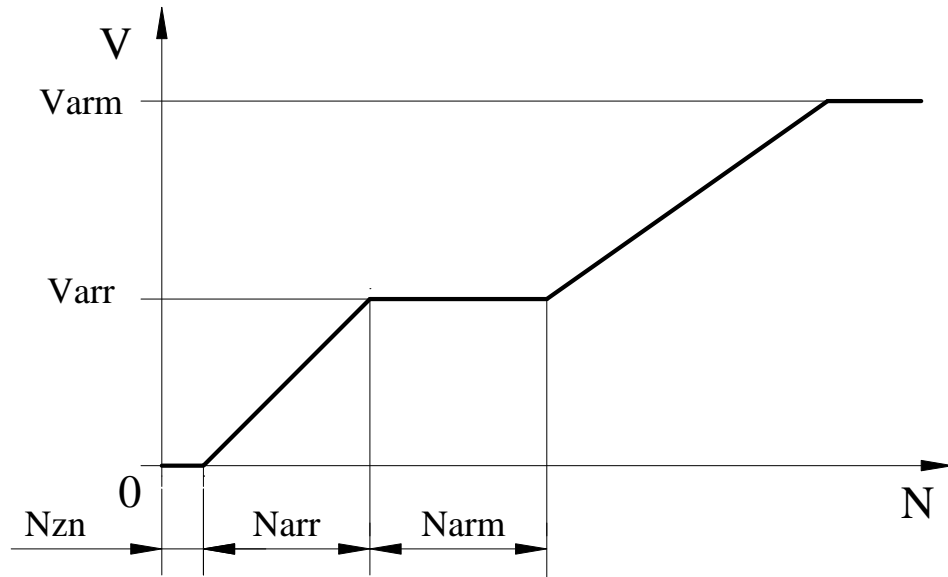

Рис.5. Скорости удержания в зависимости от модуля отклонения от точки удержания.
3.6.6.5. **Номер 4** – Varg (мм/сек) – малая скорость движения при удержании (арретировании) (**рис.5**).
3.6.6.6. **Номер 5** – Varm (мм/сек) – максимальная скорость движения при удержании (**рис.5**).
3.6.6.7. **Номер 6** – Narm (мм) – участок скорости движения при удержании, где V=Varg (**рис.5**).